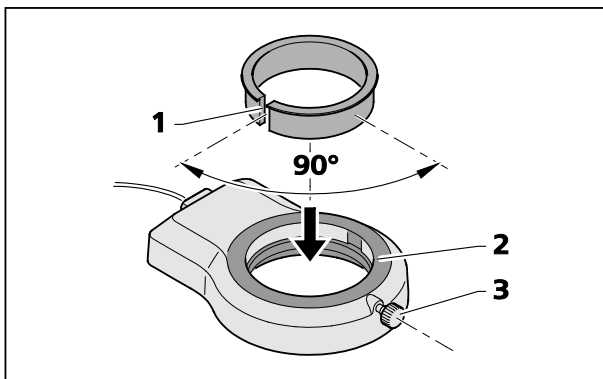

**Bild 13 Ringleuchte auf Mikroskopkörper montieren**
- Das Anschlusskabel (Bild 13/1) der Ringleuchte (Bild 13/4) in die untere Buchse (Bild 13/2) des Stemi-Trägers und in die Buchse der Ringleuchte einstecken.
- Die Ringleuchte von unten auf den Mikroskopkörper (Bild 13/3) aufschieben und mit der Rändelschraube (Bild 13/5) fixieren.
- Ringleuchte mit Adapter an der Vorsatzoptik hochschieben und mittels Klemmschraube (Bild 14/3) fixieren (analog Bild 13).